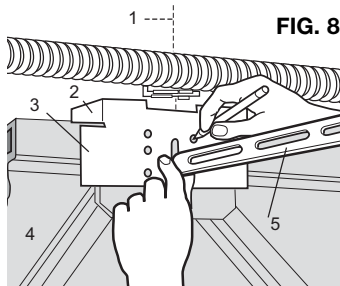

FIG. 8
- Para lograr la correcta disposición de los agujeros en las verticales colocar la plantilla con borde inferior de la lengüeta, como se muestra en la fig. 8, en el borde superior de la puerta.
- Colocar la plantilla en horizontal de tal forma que las líneas centrales del soporte del cabezal y plantilla coincidan (dependiendo del tipo de puertas, fig. 8 y /o 9).